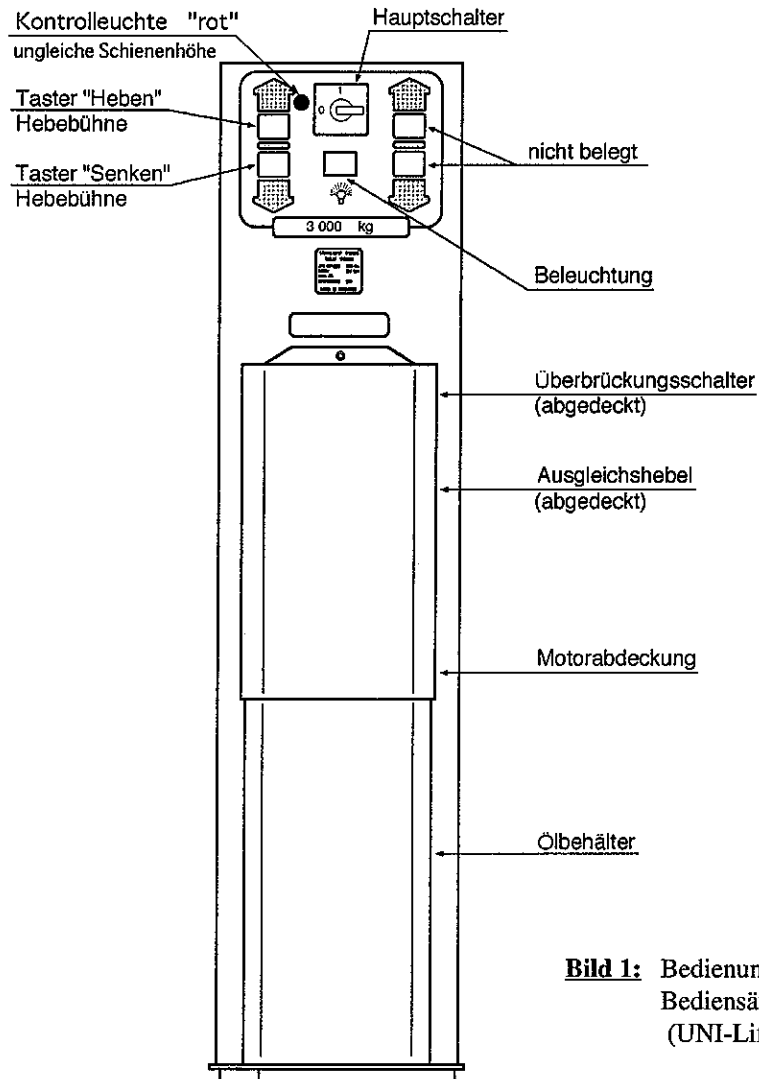
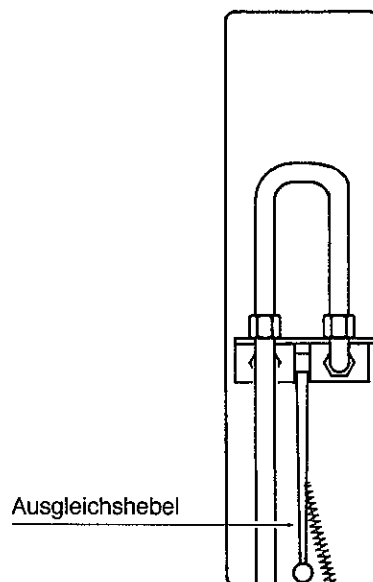

Bild 1: Bedienungselemente der Bediensäule (UNI-Lift 3000)
Bild 2: Lage des Ausgleichshebels bei geöffneter Abdeckung (UNI-Lift 3000)
Die Bedienelemente der Bediensäule sind in **Bild 1** angegeben.
- Überbrückungsschalter, seitlich hinter der schwenkbaren Abdeckung im Aggregat drücken (siehe **Bild 1** und **Bild 2**).
Der Ausgleichshebel befindet sich an der rechten Seite im Bediensäulen-Gehäuse hinter der schwenkbaren Abdeckung. (Siehe **Bild 1** und **Bild 2**)
- Motorabdeckung durch Öffnen der drei Befestigungsschrauben abnehmen (siehe **Bild 1**).